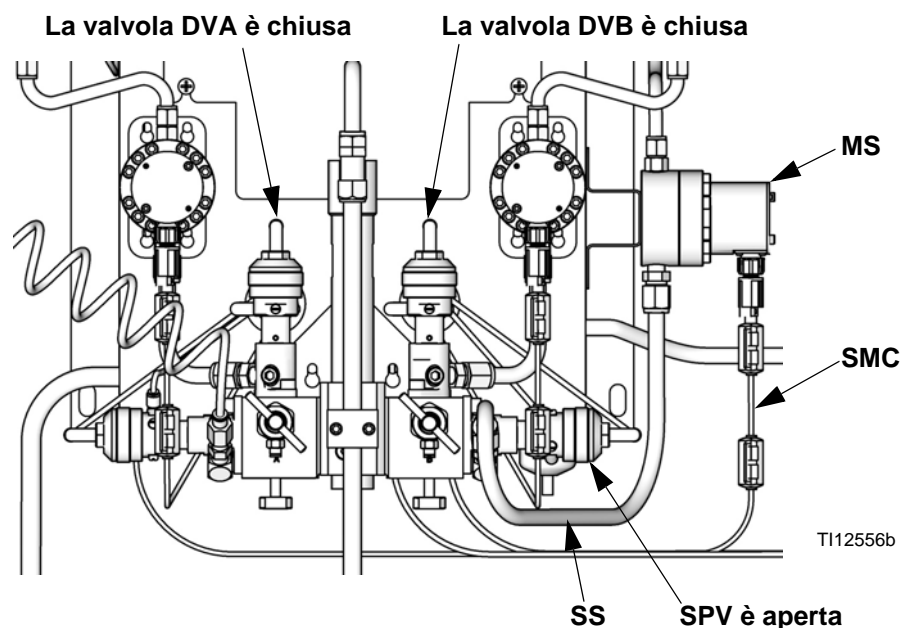

Fig. 69 Configurazione della funzione Solvent Push (Spinta solvente)
1. Vedere FIG. 69. Installare il dosatore solvente (MS) sul lato della stazione del fluido, come descritto nel manuale di installazione del ProMix 2KS.